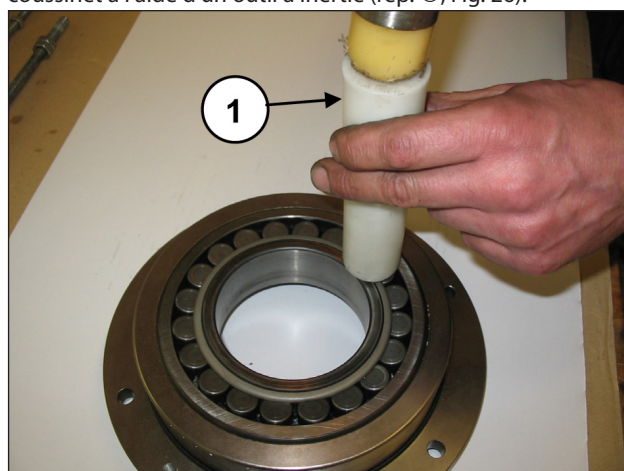

Fig. 26
Désassembler le couvercle du support de coussinet du coussinet à l'aide d'un outil à inertie (rep. ①, Fig. 26).